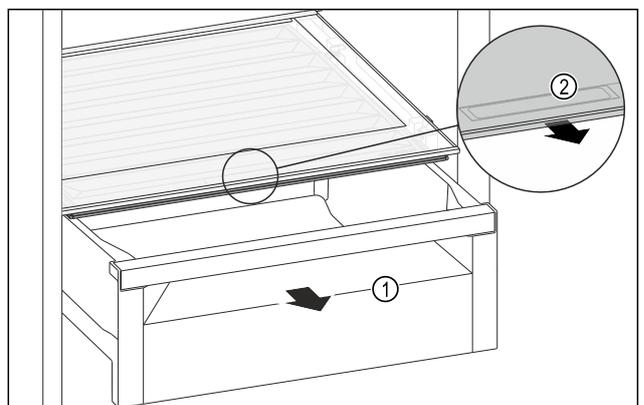

Fig. 81
- Retirer le tiroir Fig. 81 (1).
- ▶ Saisir la poignée encastrée Fig. 81 (2) du couvercle du compartiment et tirer le couvercle du compartiment par l'avant.